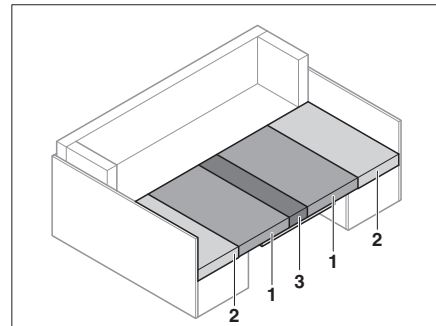

Bild 73 Efter ombyggnaden
- Drag sittdynorna (Bild 73,1) till mitten.
- Skjut in ryggdynorna (Bild 73,2) mellan sittdynorna (Bild 73,1) och ytterväggen.
- Läg extradyna (Bild 73,3) mellan sittdynorna (Bild 73,1) på bordet.